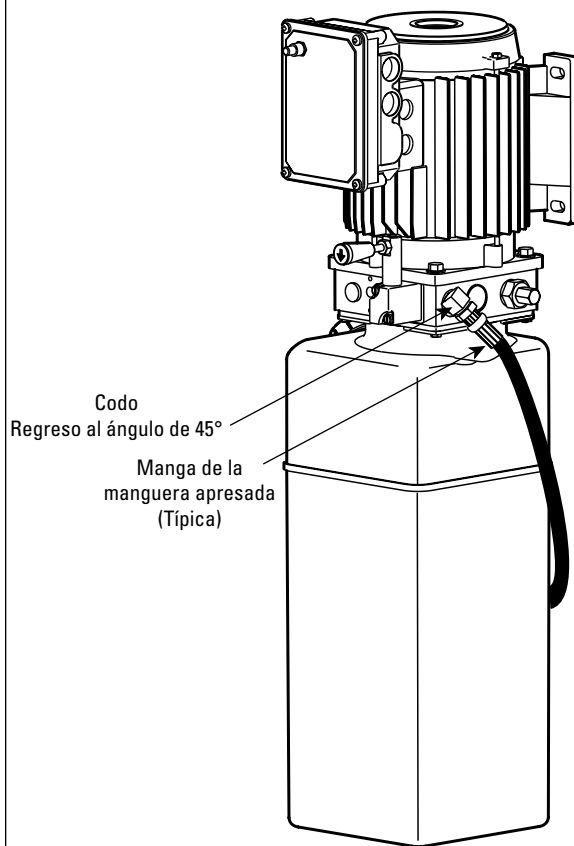
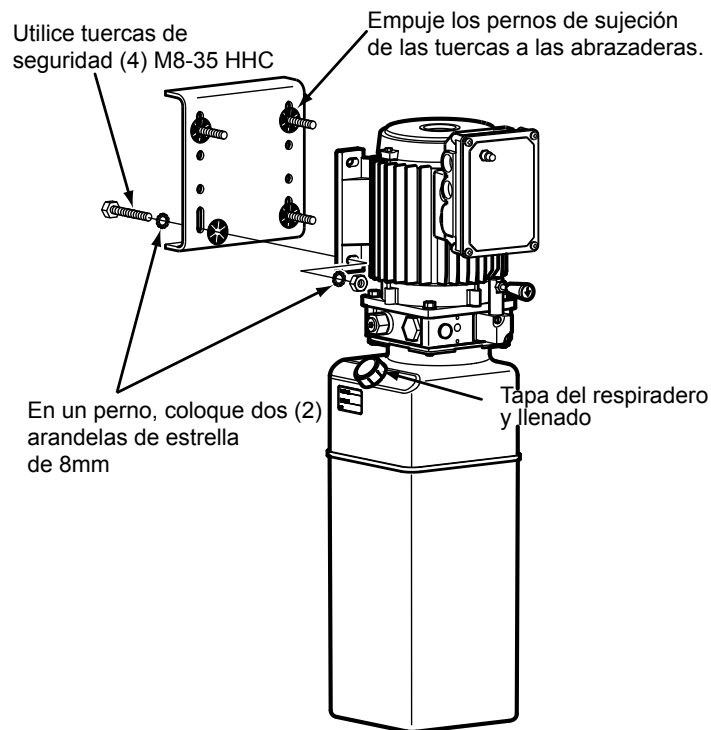
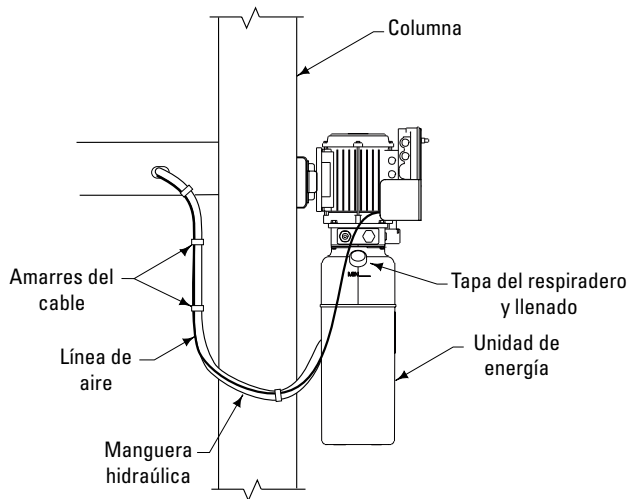

Fig. 17
Fig. 18
Fig. 19
- A. Coloque (4) pernos hexagonales M8-35 a través de los orificios del soporte de la columna utilizando las tuercas de empuje para que se mantengan en su lugar.
- B. Monte la unidad de energía con el motor hacia arriba, Fig. 18 al soporte de columna e instale las rondanas y tuercas. Pase la manguera hidráulica del carril a través de la ranura al lado del carril al puerto de salida de la unidad de energía, Fig. 19. NO utilice cinta de Teflón en las conexiones de la manguera hidráulica.
- C. Instale y apriete manualmente el codo a la bomba hasta que el anillo O esté asentado y el codo esté orientado hacia abajo a aproximadamente 45°, Fig. 17. Apriete la contratuerca a 35-40 pies/libras. (47-54 Nm). Instale la etiqueta de Capacidad adjunta sobre la unidad de energía, Fig. 18.
12. Llenado del fluido hidráulico: La capacidad del sistema es de catorce (14) cuartos. Utilice Dexron III ATF. Retire el tapón de llenado/respiradero, Fig. 19. Vierta trece (13) cuartos de fluido. Coloque de nuevo el tapón de llenado/respiradero. Arranque el motor y haga ascender completamente el elevador. Hágalo descender hasta los seguros.
Nota: Si el tapón de llenado/respiradero, Fig. 19, se pierde o daña, solicite un repuesto.
Para probar la presión, lleve el elevador hasta la altura máxima y haga funcionar el motor durante aproximadamente 5 segundos. Deténgalo y verifique todos los accesorios y las conexiones de la manguera. Apriete o selle de nuevo si se requiere. Haga descender el elevador. Si el tapón de llenado/respiradero, Fig. 19, se pierde o daña, solicite un repuesto.